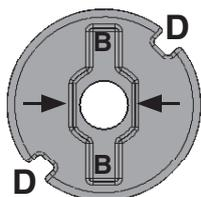
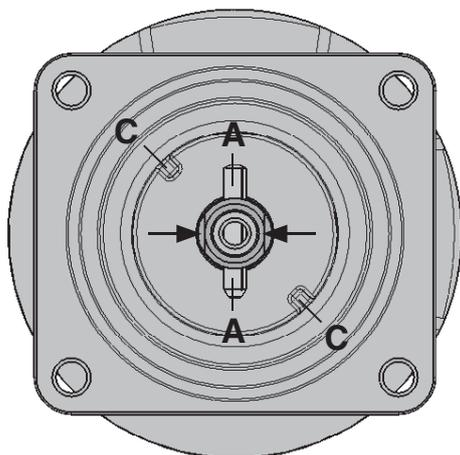

Bild 1
Bild 2
3. Bedämpfungsstück **b** muss mindestens zu 2/3 sichtbar sein, siehe Abbildung 2.
Als Verdrehsicherung der Antriebsspindel ist ein Zweiflach (Pfeile Bild 2) am Spindelende. Bei der Montage des Druckstückes muss der Zweiflach mit der Aussparung am Druckstückrücken (Pfeile Bild 1) übereinstimmen.